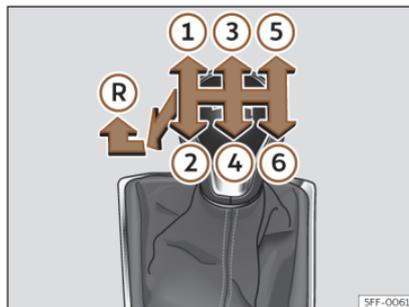

Fig. 144 Schema degli innesti del cambio manuale a 6 marce.
Nella leva selettoria sono indicate le posizioni delle marce >>> **fig. 144**.
- Per inserire la retromarcia, con la leva selettoria in posizione di folle, spingerla verso il basso, muoverla a fondo a sinistra e quindi in avanti >>> **fig. 144 R**.